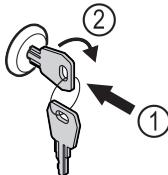

Fig. 114
- Пъхнете ключа Fig. 114 (1).
- Завъртете го на 90° по посока на часовниковата стрелка Fig. 114 (2).